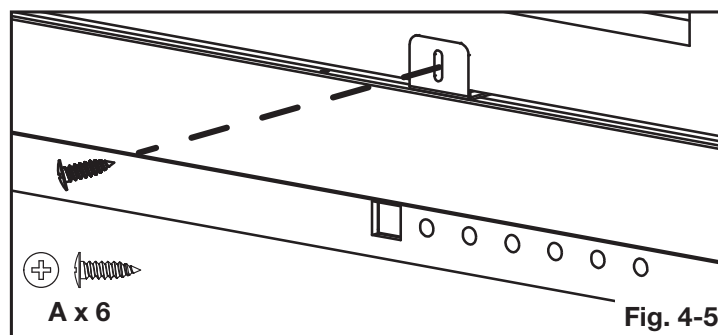

Fig. 4-5
1. Sécurisez l'appareil à l'ossature approximatif en installant 6 vis (fournies) aux travers les supports métalliques (**Fig. 4-5**).